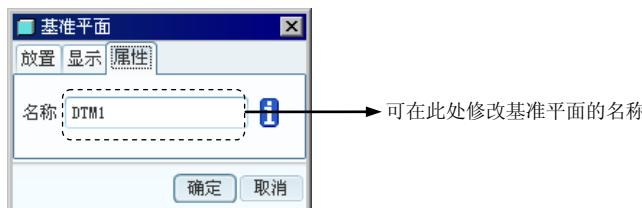

图 5.19.4 修改基准平面的名称
Step4. 修改基准平面的名称。如图 5.19.4 所示，可在**属性**选项卡的名称文本框中输入新的名称。